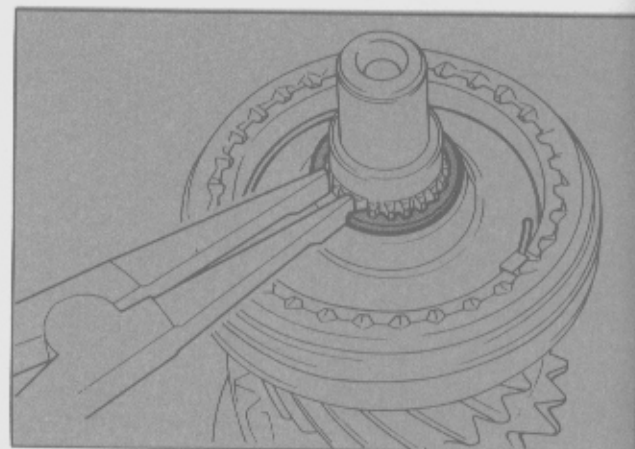

Fig. 32 - Fijación del sincronizador de 3ra.-4ta.
- Asegurar el sincronizador de 3ra.-4ta., colocando el anillo de retención sobre el eje principal (Fig. 32).